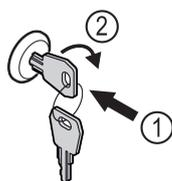

Fig. 144 Immagine a titolo di esempio
- ▶ Inserire la chiave Fig. 144 (1).
- ▶ Ruotare la chiave di 90° in senso orario Fig. 144 (2).